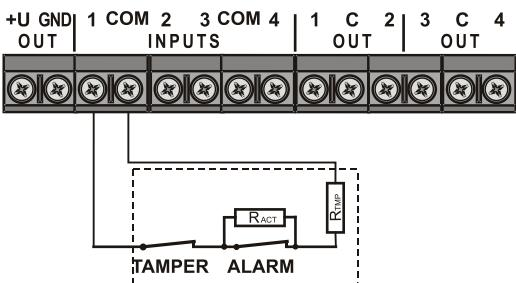

Рисунок 3: Контур с двойной балансировкой
**Двойная балансировка** – Резистор  $R_{TMR}$  должен быть подключен последовательно с контактом сигнализации о несанкционированном вмешательстве **TMR**, а контакт активации должен быть соединен мостиком параллельно резистору  $R_{ACT}$  (см. рис.3 и рисунок в программе F-Link SW). Для настройки его значения используйте параметр **Балансный резистор**. Значения балансных резисторов  $R_{TMR}$  и  $R_{ACT}$  могут отличаться, см. параметры **Балансный резистор**.